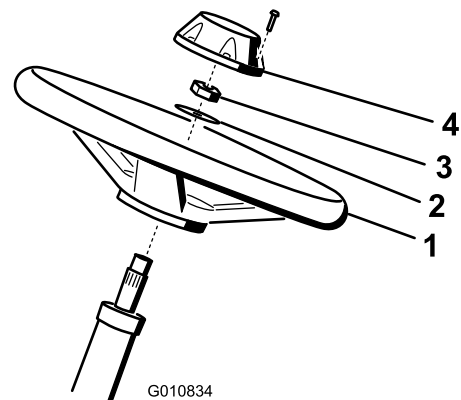

Bild 5
1. Schieben Sie das Lenkrad auf die Lenkwelle (Bild 5).
2. Schieben Sie die Scheibe auf die Lenkwelle (Bild 5).
3. Befestigen Sie das Lenkrad mit einer Sicherungsmutter an der Welle und ziehen es auf 27-35 Nm an (Bild 5).
4. Setzen Sie den Deckel auf und befestigen ihn mit sechs Schrauben am Lenkrad (Bild 5).